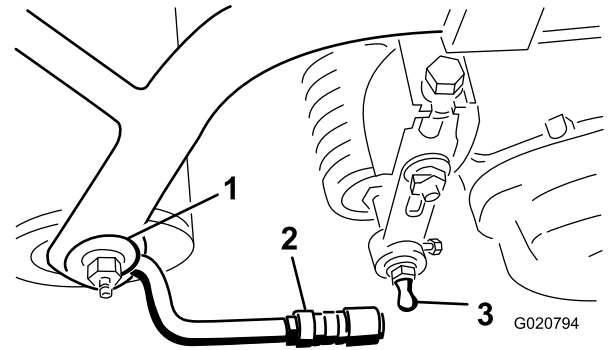

图 7
3. 将套管滑回球窝接头接收器然后将接收器挂到滚刀组球头螺栓上。松开套管让它滑到螺栓上方从而将组件锁定到一起 **图 7**。